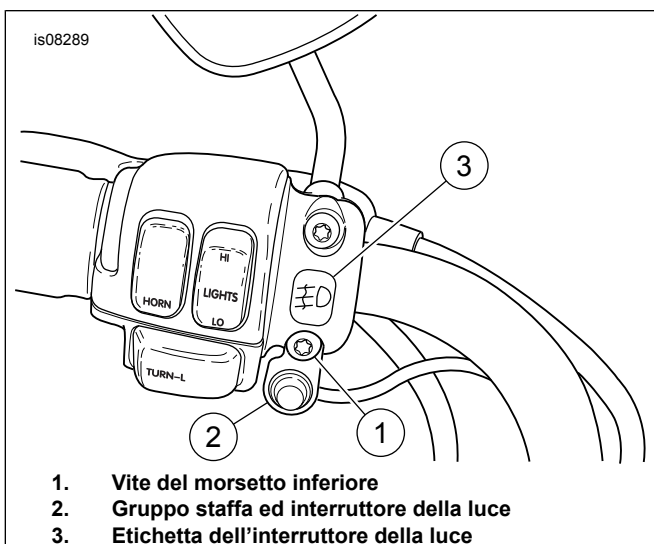

Figura 7. Installazione dell'interruttore della luce sul morsetto del comando della frizione (modelli 1996 ed anni successivi)
15. Vedere Figura 7. Rimuovere la vite (1) e la rondella inferiori dal morsetto del comando della frizione ed installare l'interruttore della luce e la staffa (2). Installare la vite e la rondella e serrarle ad una coppia di 7-9 N·m (60-80 in·lb). **Per le applicazioni internazionali:** posizionare l'etichetta dell'interruttore delle luci fendinebbia (3) sul morsetto del comando della frizione.